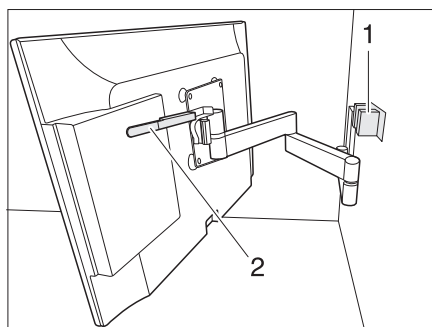

Fig. 54 Supporto con braccio snodato
- Spingere la leva (Fig. 54,2) verso il basso per sbloccare lo schermo piatto dall'arresto (Fig. 54,1). Rilasciare la leva.